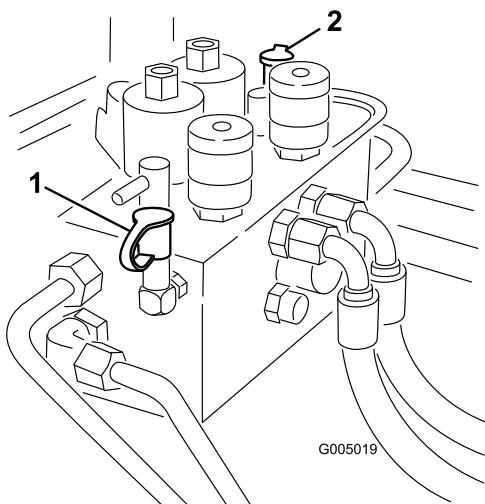

Figura 80
2. Il foro diagnostico B (Figura 80) agevola la diagnostica del circuito idraulico degli elementi di taglio anteriori.
3. Il foro diagnostico C (Figura 80) agevola la diagnostica del circuito idraulico degli elementi di taglio posteriori.